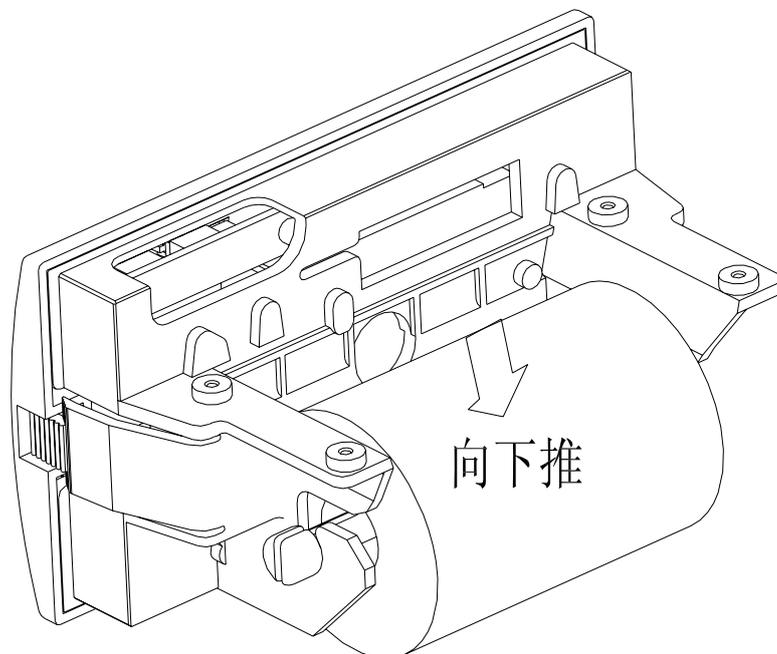

图 2-8
(4) 将新纸套在纸卷轴上，并按图 2-8 所示将纸卷轴安装牢固，不会掉出。